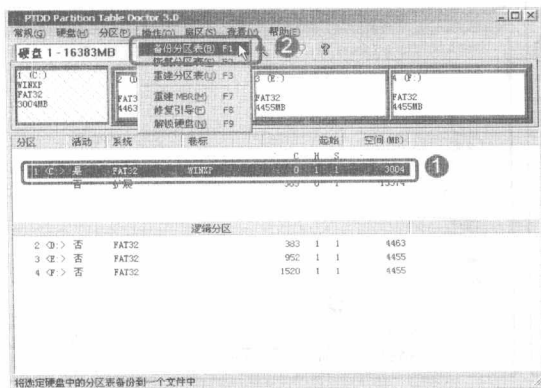

图 7-12 单击“备份分区表”命令
步骤③ 选择要备份的分区，单击“操作”|“备份分区表”命令，如图 7-12 所示。